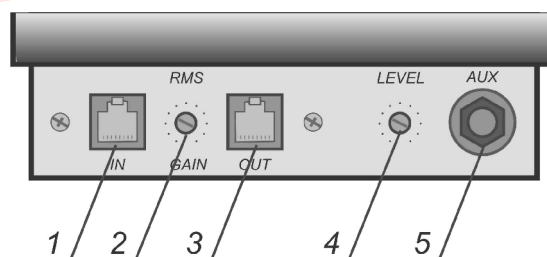

Рисунок 7
9.4 Размещение разъемов и гнезд на задней панели пульта микрофонного и их назначение приведено на рис. 7